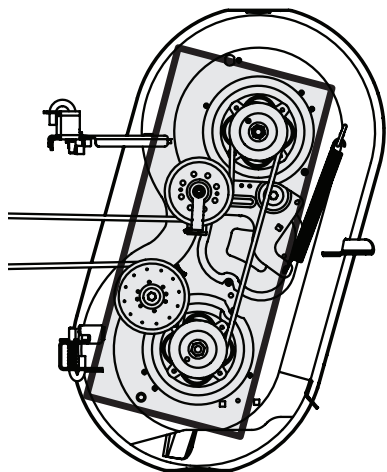

Fig. 26
- Limpie la parte superior de la plataforma de corte, debajo de las plataformas de husillos y del área de correas (Fig. 26).